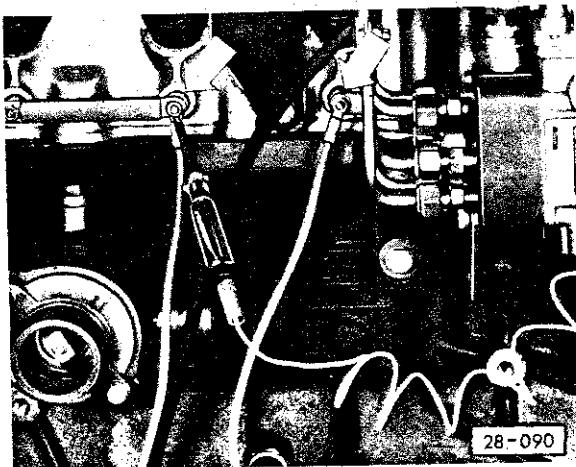

Fig. 2 Spændingsforsyning kontrolleres
- Spænding findes på gløderør (fig. 2). Findes der ingen spænding, se Fejlfinding med V.A.G 1466.